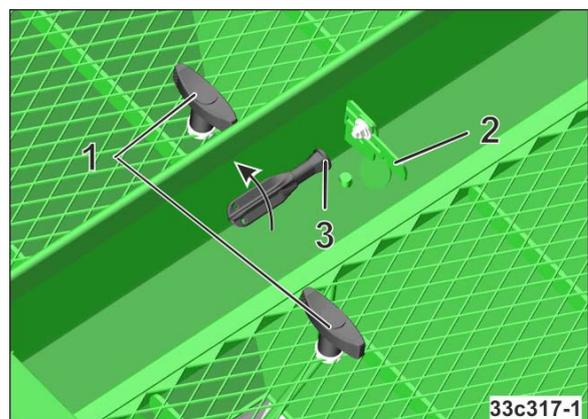

Fig. 78
- (1) Aplicar el freno de estacionamiento del tractor, detener el motor y retirar la llave de encendido.
- (2) Soltar el seguro de la criba (Fig. 78/2) con ayuda del asa insertable (Fig. 78/3)
- (3) Las cribas se pueden extraer con las empuñaduras (Fig. 78/1)
- (4) Limpiar el depósito
- (5) Volver a colocar las cribas en orden inverso.